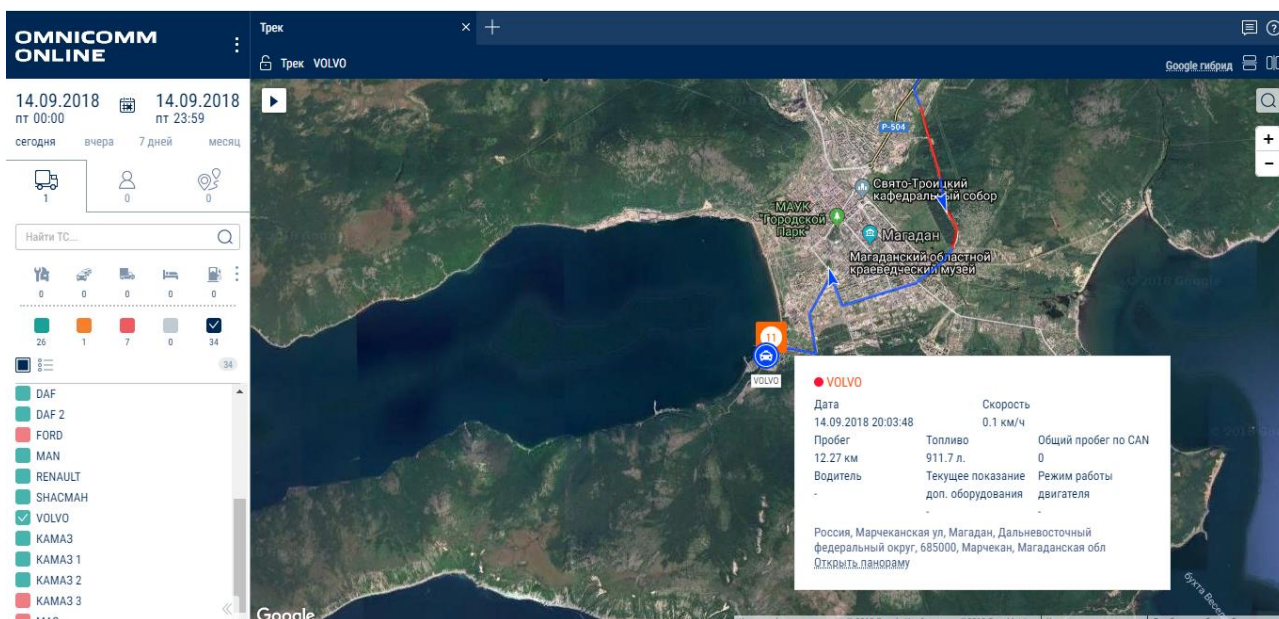

Рисунок 1.11 – Просмотр информации по транспортному средству
5. Просмотрите информацию по техническому средству (пробег, расход топлива, местоположение), направив курсор на иконку машины в месте ее прибытия и щелкнув левой кнопкой мышки (рисунок 1.11).